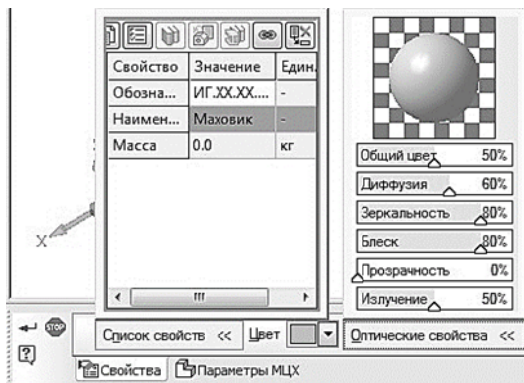

Рис. 15. Вкладка Свойства панели свойств детали
После этого в нижней части экрана появится панель свойств, в которой можно задать свойства модели. На первой вкладке **Свойства** находятся следующие элементы (рис. 15):
- В поле **Оптические свойства** можно изменять параметры цветонасыщения, диффузии, зеркальности, блеска, прозрачности и излучения. Чтобы изменить параметр, переместите на нужное расстояние соответствующий бегунок. Численное значение параметра будет отображаться в справочном поле. В окне просмотра отображается сфера с заданными свойствами поверхности – это позволит визуально оценить внесенные изменения (рис. 15).